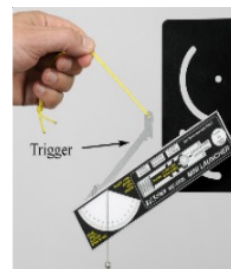

Figura 11.6: Lanzamiento del proyectil
4. Lanzar el proyectil y anotar el lugar de aterrizaje. Colocar una hoja de papel en blanco en esta ubicación y pegarla en la posición como se muestra en la figura 11.6. Cubrir con una hoja de papel carbón. No es necesario grabar el papel carbón.